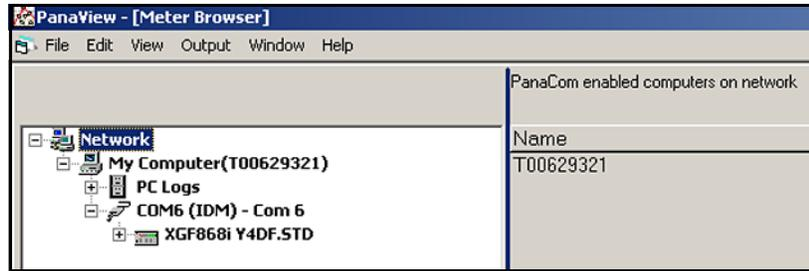

Figura 17: Ventana Text Display
2. Utilice el menú **Window** (Ventana) como se describe en el *Manual del usuario de PanaView* para organizar las ventanas abiertas en el formato deseado. La Figura 17 muestra la ventana **Text Display** a pantalla completa.
5. Antes de poder visualizar datos reales en el panel de texto, active uno de los siguientes modos de recopilación de datos (consulte la *Figura 17 en la página 54*):